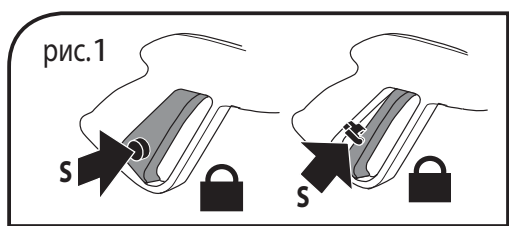

рис.1
1. Соединить шланг высокого давления (рис. 1, поз.4) с нагнетательной трубой OUTLET (выпуск)
5. Нажать на спусковой рычаг пистолета (рис. 1, поз. 3) с тем, чтобы воздух и возможное излишнее давление были удалены из трубопровода. Струя должна быть равномерной; если струя неравномерная, следует очистить сопло от возможных загрязнений (рис.9).